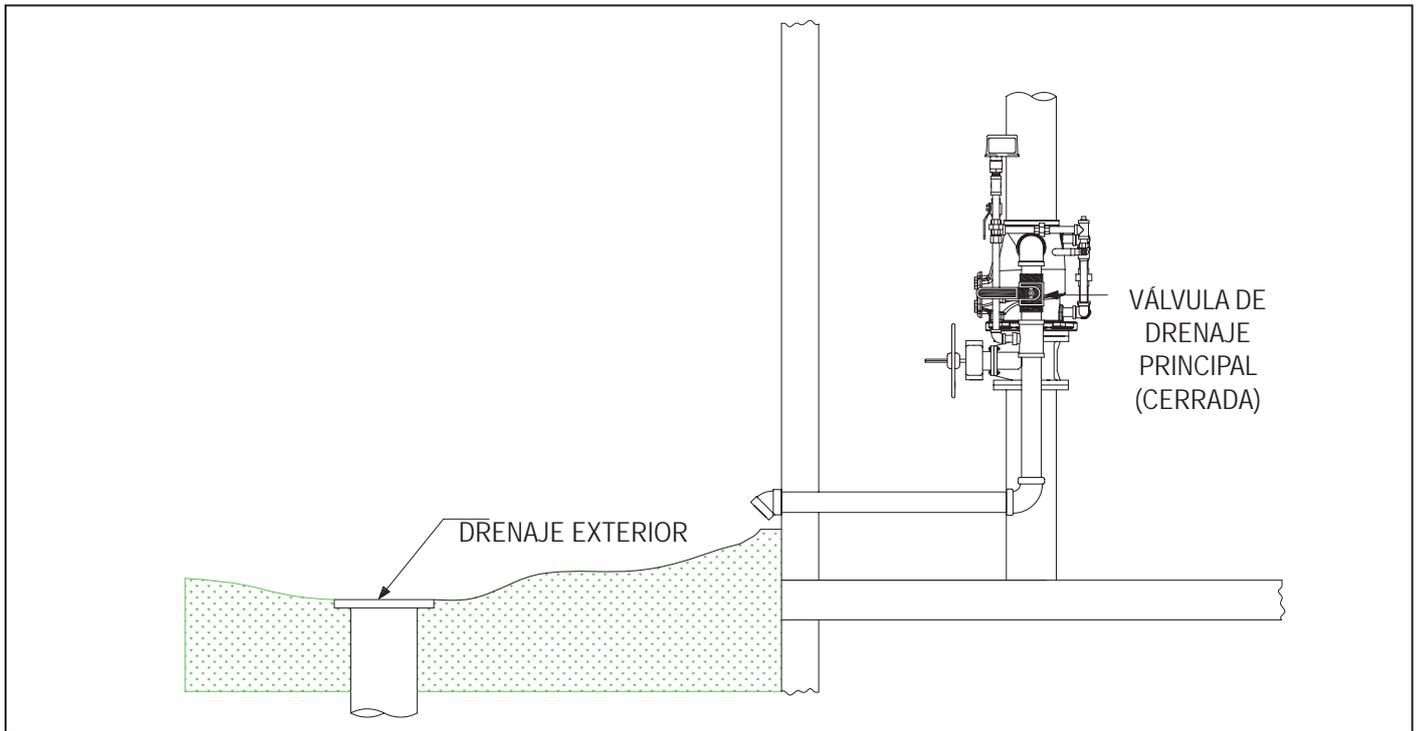

Figura 43
7. Cuando se ha completado la prueba, CERRAR LENTAMENTE el drenaje principal (Figura 43).